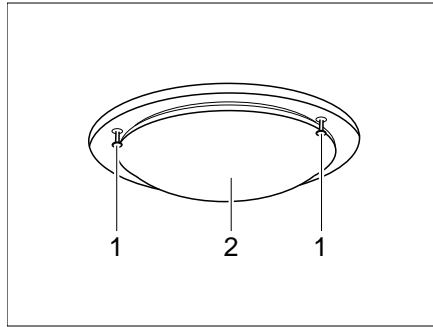

Bild 174 Deckenleuchte
- Schrauben (Bild 174,1) lösen und Glasabdeckung (Bild 174,2) vorsichtig abnehmen.